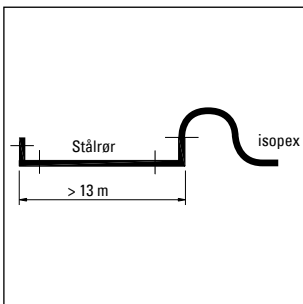

fig. 5
- Ved tilkobling til stålrør  $> 13$  m, skal reglerne i fig. 5 overholdes.